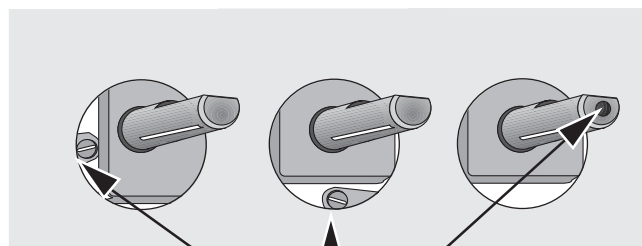

Fig. 30
4. Agite con un cacciavite a lama sottile sullo spillo by-pass posto lateralmente all'asta del rubinetto o all'interno della stessa (vedi Fig. 30).